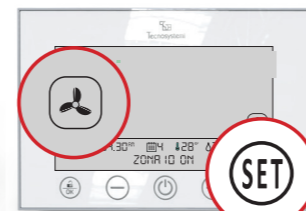

Fig. 13
**5.5 Ventilazione** . Con crono master sbloccato, entrare in modalità setting, e mediante il tasto scegliere il simbolo e confermare con il tasto . Questa impostazione prevede l'apertura al 100% di tutte le serrande presenti nel sistema per garantire alla macchina canalizzata di deumidificare in tutte le zone presenti nel sistema (Fig. 13). Nel caso in cui non si intenda utilizzare questa finzione in una o più zone del sistema, sarà possibile operare come di seguito indicato: